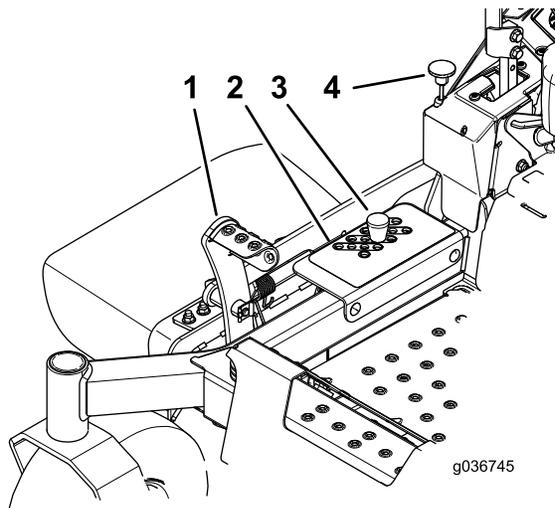

Рисунок 29
ТРАНСПОРТУВАННЯ (також 127 мм положення висоти різання), як показано на Рисунок 29.
3. Зніміть штифт з кронштейна висоти різання (Рисунок 29).
4. Оберіть отвір у кронштейні висоти різання, що відповідає бажаній висоті різання, і встановіть штифт (Рисунок 29).